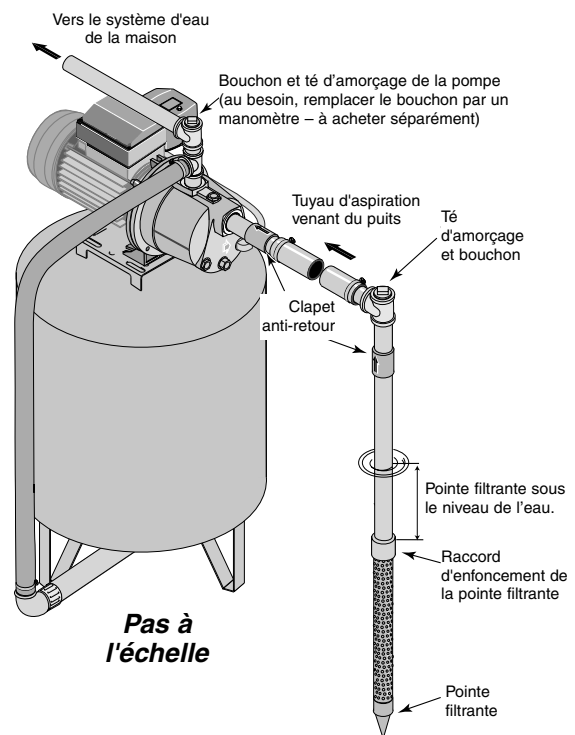

Figure 1: Installation avec une pointe filtrante
INSTALLATION DE LA POINTE FILTRANTE (FIGURE 1)
3. Utiliser le moins possible de raccords (en particulier des coudes) lorsque l'on branche la tuyauterie de la pointe filtrante sur l'orifice d'aspiration de la pompe (y compris le diamètre du tuyau d'aspiration doit être au moins aussi grand que le diamètre de l'orifice d'aspiration de la pompe (y compris le clapet anti-retour si la pompe n'en comporte pas un - voir la Figure 1). Supporter le tuyau de façon qu'il ne soit pas cintré afin qu'il n'exerce pas de contraintes sur le corps de la pompe; de plus, il doit être légèrement incliné vers le haut, du puits jusqu'à la pompe (les points hauts risquent de causer des poches et des bouchons d'air dans la pompe). Rendre étanches les raccords du tuyau d'aspiration avec du ruban téflon ou une pâte pour raccords filetés à base de téflon. Les raccords doivent être étanches à l'air et à l'eau. **Si le tuyau d'aspiration aspire de l'air, la pompe ne pompera pas l'eau du puits.** Si une pointe filtrante ne fournit pas suffisamment d'eau, considérer brancher deux ou trois pointes filtrantes sur un même tuyau d'aspiration.